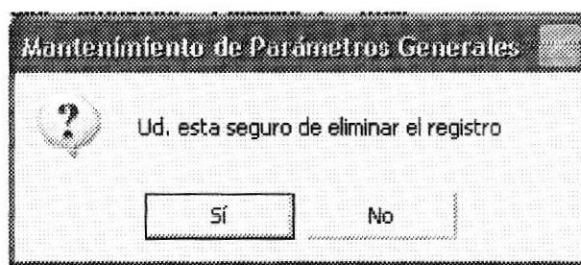

Figura 8.50. Información de Parámetro.
2. Seleccione el botón eliminar  y aparecerá una pantalla de advertencia como se muestra en la figura 8.50.